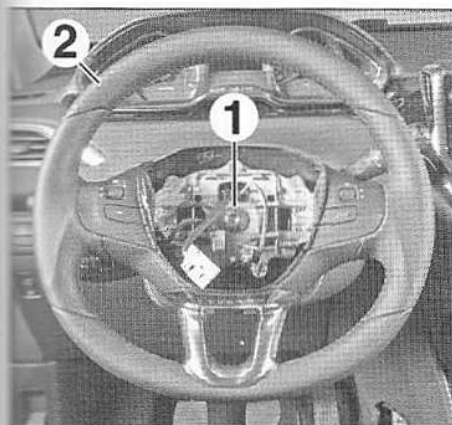

FIG.1
- Desserrer la vis (1) (Torx : T50) de quelques filets (Fig.1).
- Déloger le volant de direction (2) de ses cannelures en tapotant sur son pourtour si nécessaire.
- la vis (1),
- le volant de direction (2) en prenant soin de ne pas endommager les faisceaux électriques lors de leur passage à travers le volant.